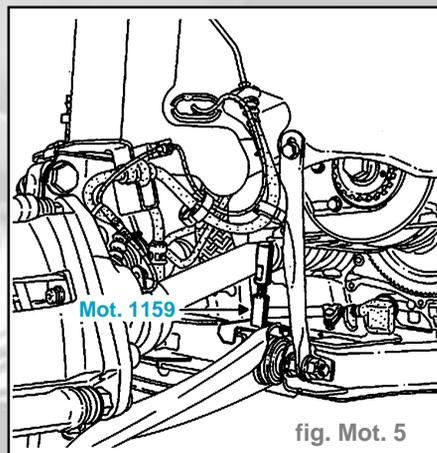

fig. Mot. 5
- Mettre en place le MOT. 1159 entre le berceau et carter-cylindres (fig. Mot. 5)